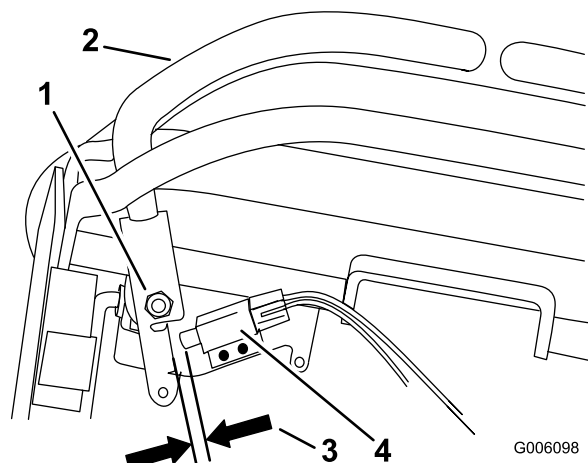

Figure 45
10. Vérifiez l'écartement entre le levier de commande et l'interrupteur comme illustré à la Figure 45. Il doit y avoir un écartement de 3 mm.